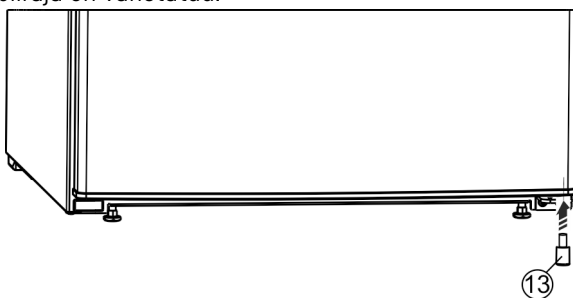

Fig. 27*
- Pange distantsdetail Fig. 27 (13) all paremal järele ukse sisse, sest see on seadme seisustabiilsuse jaoks oluline.*